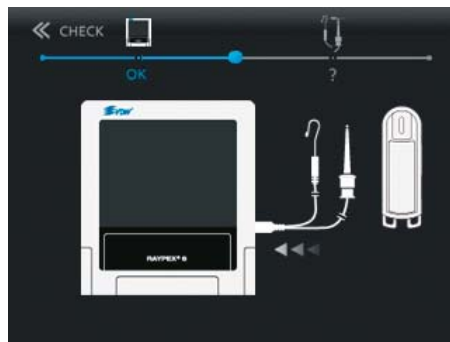

Fig. 32 Collegamento del cavo di misurazione
- Collegare il cavo di misurazione all'apparecchio (Fig. 32).